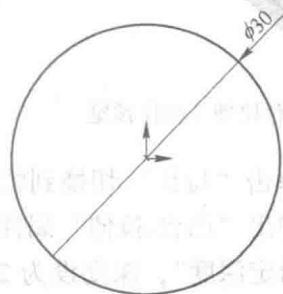

图 4-2 在上视基准面上绘制草图 1
(1) 启动 SolidWorks 软件，选择菜单“文件”→“新建”命令，在弹出的新建文件对话框中选择“零件”，单击“确定”按钮，进入零件设计界面。
(2) 从特征管理器中选择“上视基准面”，单击“正视于”按钮，单击“草图绘制”按钮，进入草图绘制界面。单击“圆”按钮，绘制圆心位于原点 $\phi 30$ 的圆，完成图 4-2 所示的草图 1。